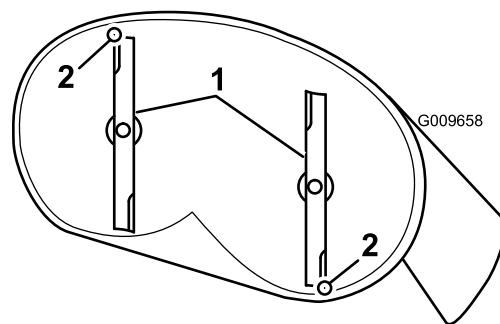

Figure 52
- Faites pivoter les lames avec précaution pour faire passer les pointes avant à l'arrière (Figure 52).
- Mesurez la distance entre la pointe de la lame avant et la pointe de la lame arrière par rapport à la surface plane (Figure 52). Si la pointe avant de la lame n'est pas de 1,6 à 7,9 mm (1/16 à 5/16") plus basse que la pointe arrière, réglez le contre-écrou avant.
8. Une fois le réglage effectué, vérifiez à nouveau l'inclinaison avant/arrière des lames. Poursuivez le réglage de l'écrou jusqu'à ce que la pointe avant de lame soit de 1,6 à 7,9 mm (1/16 à 5/16") plus bas que la pointe arrière (Figure 52).